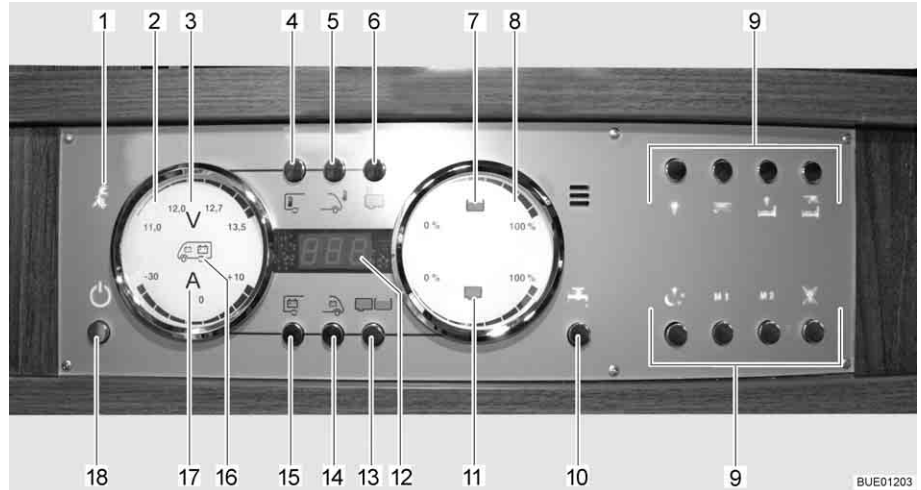

Bild 153 Panel LT 510
230 V-kontrollampan (Bild 153,1) lyser när nätspänningen ligger på el-blockets ingång.
Med huvudbrytaren 12 V (Bild 153,18) kopplas panelen och bodelens 12 V-försörjning till eller från.
- Tryck kort på knappen 12 V-försörjning (Bild 153,18). 12 V-försörjningen för bodelen är påslagen. Kontrollampan "12 V" lyser.
- ▷ Efter aktivering av försörjningen: om lysdioden "11,0" för voltindikeringen samt symbolen volt "V" (Bild 153,3) på indikeringsinstrumentet för batterierna (Bild 153,2) blinkar är bodelsbatteriets spänning för låg. Ladda batteriet.
- ▷ Efter aktivering av försörjningen: om kontrolllampan "12 V" och symbolen volt "V" (Bild 153,3) blinkar tre gånger är batterifrånkopplingen aktiverad. Avaktivera batterifrånkopplingen.
Slå från: ■ Tryck kort på knappen 12 V-försörjning (Bild 153,18). 12 V-försörjningen för bodelen är avstängd. Kontrolllampan "12 V-försörjning" slocknar.
- Tryck på knappen bodelsbatteri (Bild 153,15) och håll den intryckt i ca 10 sekunder. Symbolen volt "V" (Bild 153,3) och kontrolllampan "12 V" blinkar tre gånger. Bodelsbatteriet är frånkopplat från 12 V-nätet.
- Tryck på knappen 12 V-försörjning (Bild 153,18) och håll den intryckt i ca 5 sekunder. Symbolen volt "V" (Bild 153,3) och kontrolllampan "12 V" blinkar tre gånger. Bodelsbatteriet är anslutet till 12 V-nätet. Kontrolllampan tänds efter ca 5 sekunder.
- Tryck på knappen bodelsbatteri (Bild 153,15). Symbolen volt "V" (Bild 153,3) lyser. Symbolen ampere "A" (Bild 153,17) lyser vitt eller rött beroende på laddning eller urladdning. Bodelsbatteriets spänning och ström visas via lysdioderna på indikeringsinstrumentet.
- Tryck på knappen startbatteri (Bild 153,14). Symbolen volt "V" (Bild 153,3) lyser. Startbatteriets spänning visas via lysdioderna på indikeringsinstrumentet.
- Tryck på knappen tank (Bild 153,13). Symbolerna vattentank (Bild 153,7) och avloppstank (Bild 153,11) lyser. Nivån i vattentanken (övre skala) och i avloppstanken (nedre skala) visas via lysdioderna på indikeringsinstrumentet.
| Symbolen volt "V" (Bild 153,3) och lysdioden "11,0" blinkar vid avläsning av värdena för bodelsbatteriet | Batteriets spänning har underskridit 11 V. Snart djupurladdning | Stäng av alla 12 V-förbrukare och ladda batteriet, antingen genom körning eller genom anslutning till 230 V-försörjning |
| Symbolen volt "V" (Bild 153,3) blinkar när 12 V-försörjningen är fränkopplad | 12 V-försörjningen kan inte slås på igen | Stäng av alla 12 V-förbrukare och ladda batteriet, antingen genom körning eller genom anslutning till 230 V-försörjning |